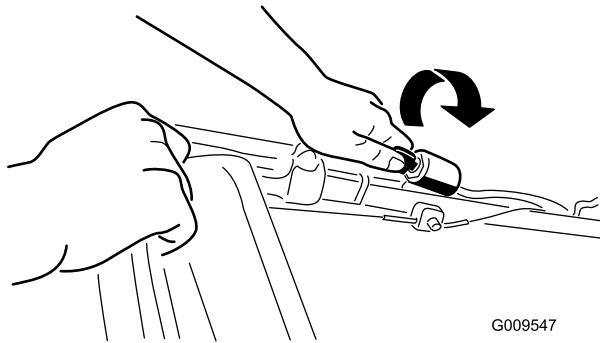
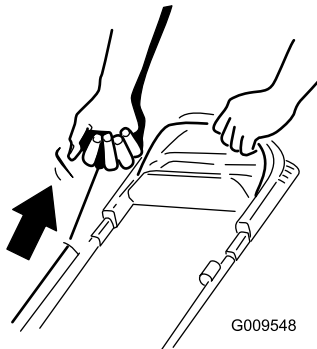

Figure 14
Figure 15
2. Tournez la clé de contact (Figure 14) (modèles à démarrage électrique uniquement) ou tirez la poignée du lanceur (Figure 15).
**Remarque:** Tirez lentement la poignée du lanceur (Figure 15) jusqu'à ce que vous sentiez une résistance, puis tirez vigoureusement. Laissez le lanceur se rétracter lentement jusqu'à la poignée.